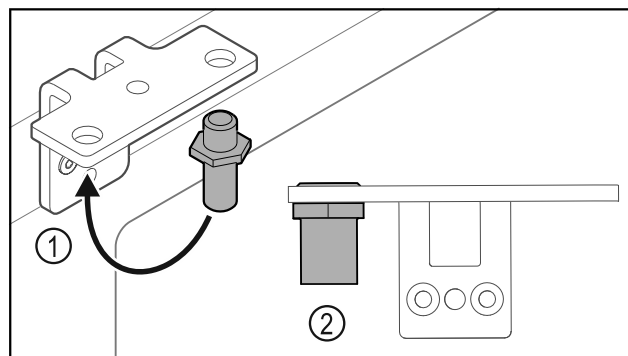

Fig. 30
- ▶ Přesadte čep Fig. 30 (1) v úhelníku závěsu.
- ▶ Utáhněte čep Fig. 30 (2) utahovacím momentem 12 Nm.